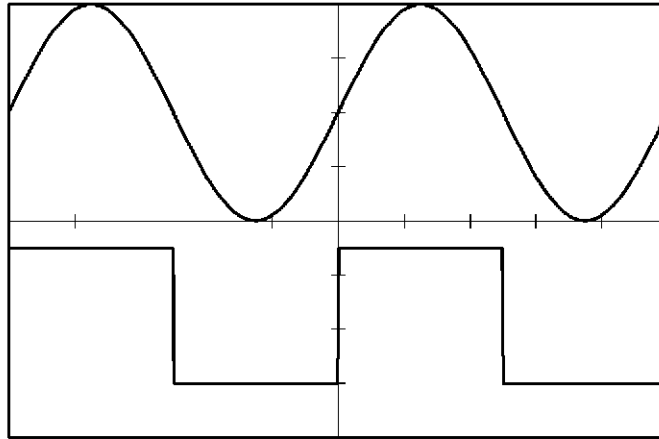

図 8-22 シーケンス・マーカ、ポジティブの確認波形
14. 図 8-22 のように、出力信号が正の区間でハイになっているマーカが出力することを確認します（マーカ極性ポジティブの確認）。